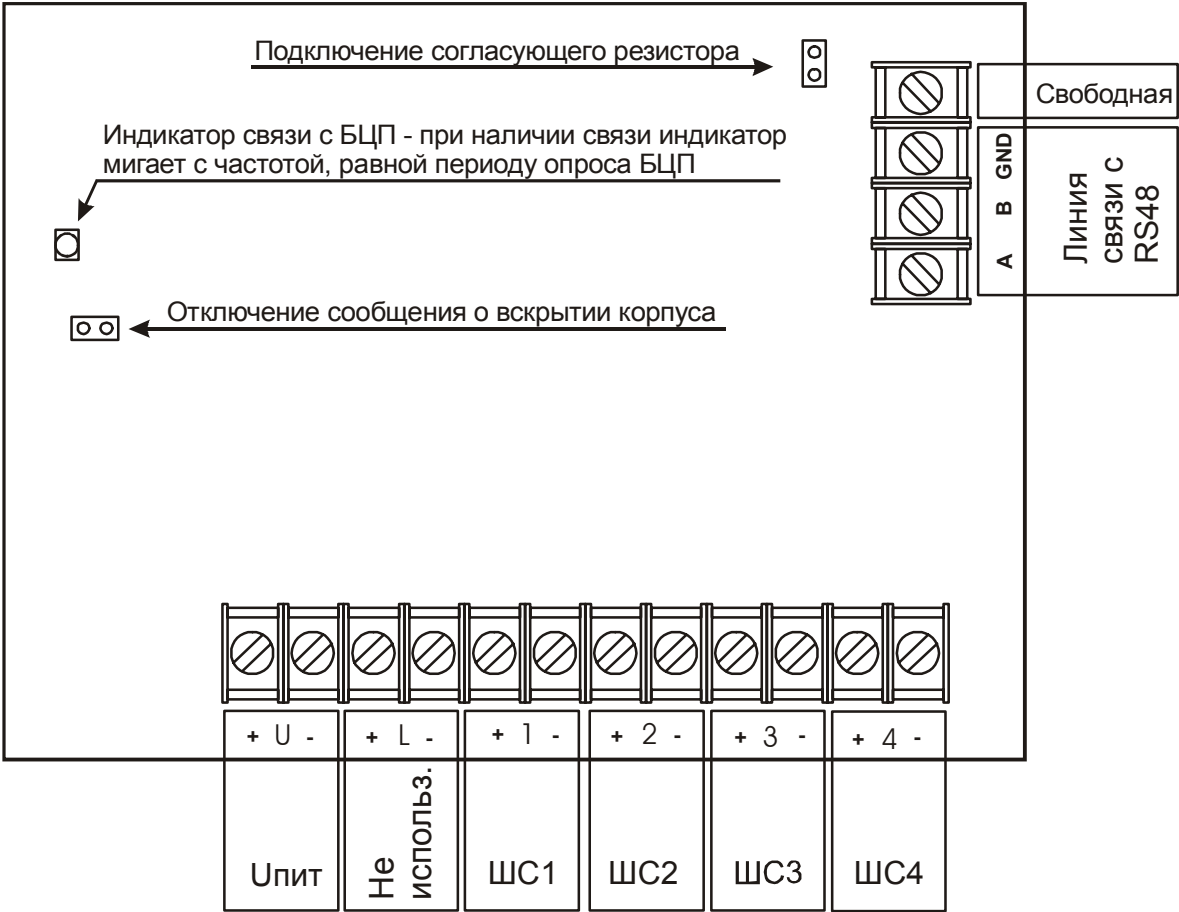

Рис. 8 Внешний вид платы СКШС
5.1. Подключение СКШС к линиям связи с БЦП, источнику питания и ШС осуществляется через клеммную колодку, установленную на плате Рис. 8
5.3. Подключение СКШС к линии связи с БЦП осуществляется через клеммную колодку, установленную на плате Рис. 8 (клеммы А, В).
5.4 Подключение СКШС к источнику питания осуществляется через клеммную колодку, установленную на плате Рис. 8 (клеммы Упит). Не допускается нарушения полярности подключения. При выборе проводов ШС и ЛС с БЦП и источником питания необходимо учитывать длины кабельных трасс.